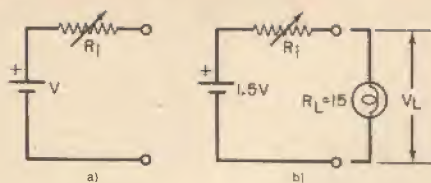

Fig. 20
A) Sorgenti indipendenti - Le sorgenti ideali di tensione e di corrente che abbiamo usate possono essere denominate sorgenti indipendenti. Il valore di una sorgente indipendente di tensione o di corrente è specificato ed è indipendente dal circuito cui è collegato. Combinando sorgenti indipendenti ideali e resistori, si possono costruire modelli per molti dispositivi fisici. Con l'uso continuato, per esempio, la tensione di una batteria diminuisce. Collegando una sorgente ideale di tensione indipendente in serie con un resistore, come si vede nella fig. 20-a, si può costruire il modello di una batteria che riflette questo comportamento. Il resistore R_1 viene denominato resistenza interna della sorgente. Nella fig. 20-a è rappresentato come un resistore variabile, perché, per una batteria, il suo valore aumenta con l'uso e l'invecchiamento.
Esempio 19 - Una batteria da 1,5 V, che è rappresentata dal modello della fig. 20-a, viene collegata ad una lampadina, come si vede nella fig. 20-b. La resistenza della lampadina, R_L , è di 15 Ω . Quando la batteria è fresca, R_1 è circa zero Ω . Con l'uso, supponiamo che R_1 aumenti a 15 Ω . Determinare le tensioni ai capi della lampadina per queste due condizioni. Soluzione: per $R_1 = 0$, $V_L = 1,5$ V. Per $R_1 = 15$ Ω , $V_L = 1,5 \times 15 / (15 + 15) = 0,75$ volt.